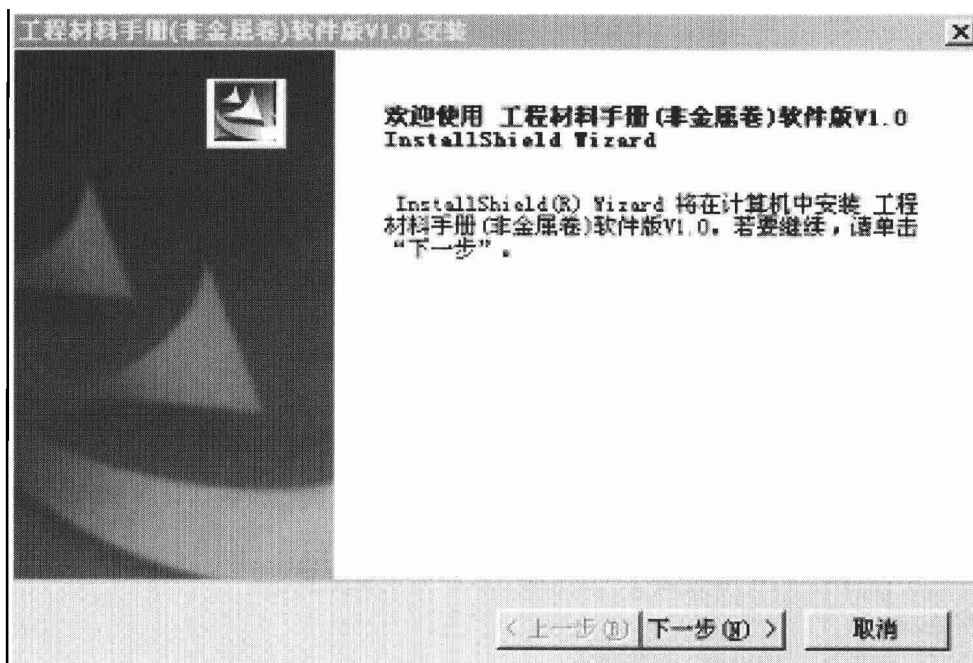

图 1.1 安装向导
(1) 在 CD-ROM 驱动器中放入《工程材料手册 非金属卷（软件版）》V1.0 安装盘。
(2) 双击安装盘中的安装程序 Setup.exe，用户首先看到的是欢迎界面，如图 1.1 所示。